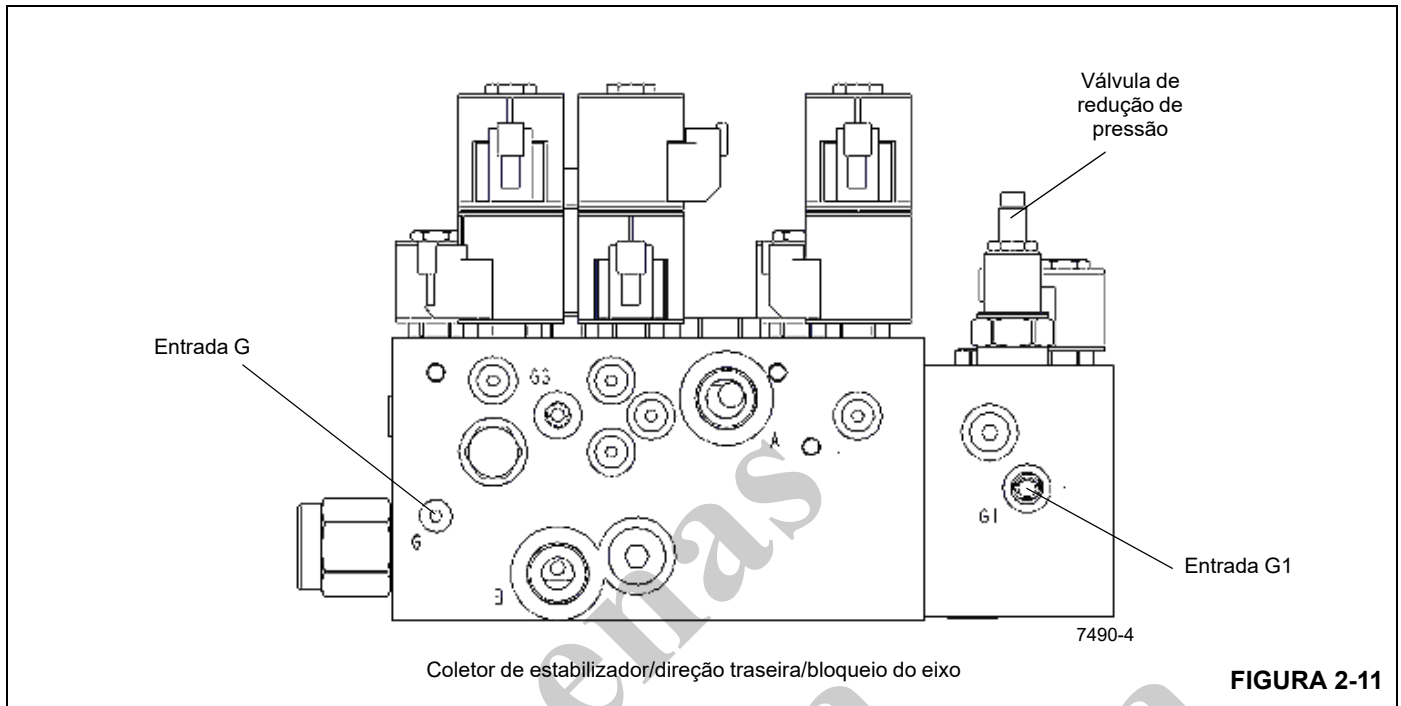

FIGURA 2-11
1. Instale o diagnóstico de verificação de pressão de desconexão rápida com medidor na conexão de teste na entrada G1 do coletor integrado do estabilizador/direção traseira/bloqueio do eixo (Figura 2-11).
3. Verifique se o ajuste de fábrica da bomba de pistão P delta (reserva) está correto. Com o diagnóstico de desconexão rápida ainda instalado na entrada GP1 do coletor integrado do estabilizador/direção traseira/bloqueio do eixo (Figura 2-11), dê partida no motor e, em marcha lenta, gire o parafuso de ajuste da pressão diferencial da bomba de pistão nº 1 “para dentro” para aumentar ou “para fora” para diminuir, de forma que o medidor indique uma pressão de  $375 \pm 25$  psi ( $26 \pm 2$  bar) (Figura 2-10).
1. Instale um diagnóstico de verificação de pressão de desconexão rápida com medidor na conexão de teste na entrada G do coletor de controle do estabilizador (Figura 2-11).
2. Dê partida no motor e mantenha selecionada a chave de “retração” do estabilizador e um “macaco” ou “viga” do estabilizador nos controles de superestrutura. Acelere até a rotação máxima. Ajuste a válvula de redução de pressão para pressão fora do limite no coletor de controle dos estabilizadores “para dentro” para aumentar ou “para fora” para reduzir, de forma que o manômetro indique uma pressão de  $3000 \pm 50$  psi ( $207 \pm 4$  bar) (Figura 2-11).